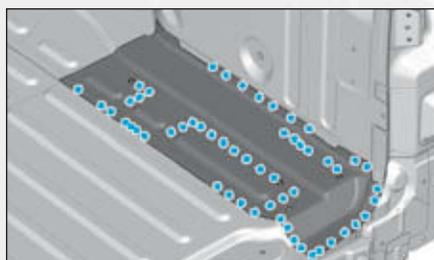

FIG.220
- Dépointer les points de soudures de l'extension latérale de plancher de charge partiel (Fig.220).